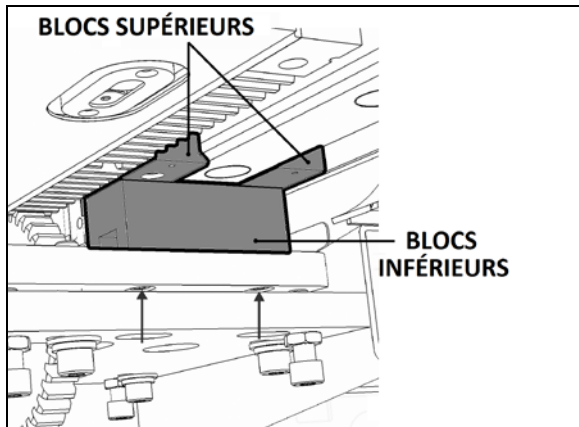

FIGURE 29: BLOCS DE PLASTIQUE ACÉTAL 26120
2. Par le dessous de la plaque de support, démonter les vis de montage du bloc de plastique acétal (voir les trous oblongs sur la Figure 26 et les flèches sur la Figure 29).